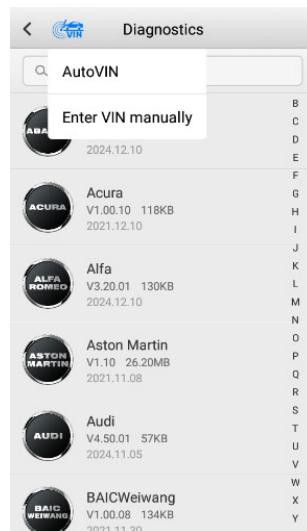

Figure 4-3 Écran VIN
2. Appuyez sur le bouton **VIN** (Figure 4-3) pour ouvrir la liste déroulante et sélectionnez **Entrer le VIN manuellement**.